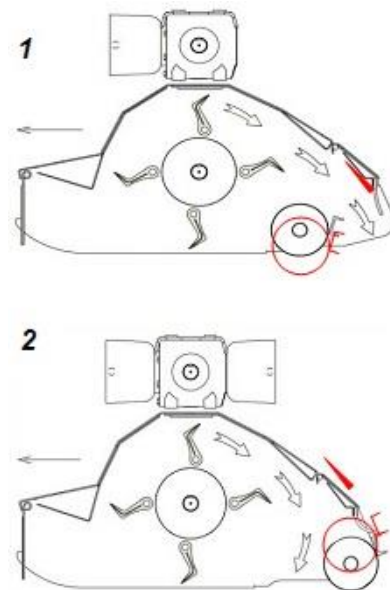

Рис.11 Положение поддерживающего ролика.
Стандартной заводской установкой поддерживающего ролика является **ВНУТРЕННЕЕ** положение (рис. 11/1).
1. **ВНУТРЕННЕЕ** положение поддерживающего ролика (рис. 11/1) может использоваться при передней и задней навеске машины на трактор. В этом случае измельчённый материал будет выбрасываться позади поддерживающего ролика. Это положение лучше подходит для сложной местности, поскольку косилка будет лучше огибать неровности. Заднюю заслонку необходимо выровнять с боковой стороной косилки.
2. **ВНЕШНЕЕ** положение поддерживающего ролика (рис. 11/2) рекомендуется при передней навеске косилки на трактор, чтобы не допустить выброса мелкого материала и пыли под трактор и уменьшить опасность его повреждения. Заднюю заслонку необходимо выровнять с боковой стороной косилки.